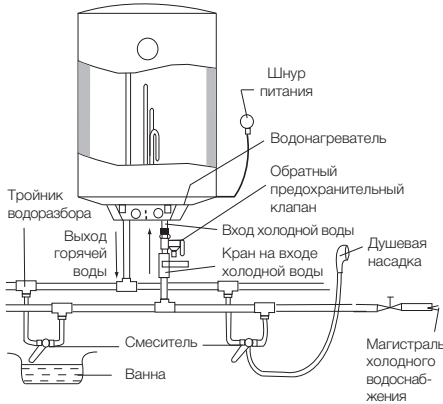

Рис. 4
4. Если необходимо реализовать многоконтурную систему водоснабжения, используйте способ соединения (см. рис. 4).